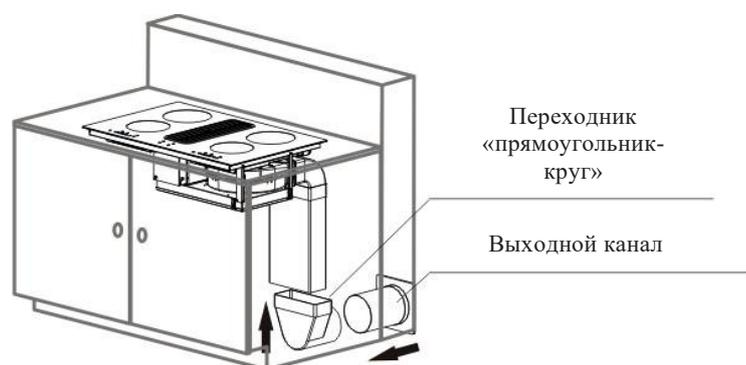

Рис. 7
8. Наденьте переходник «прямоугольник-круг». Смотрите рис. 7.